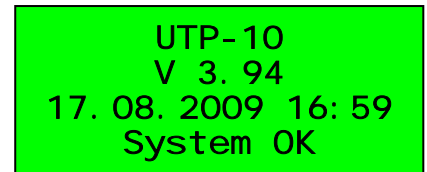
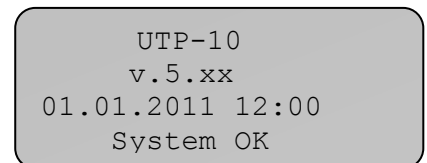

Bild 4: Pixeldisplay UTP-10
Bild 5: Graphik-Display UTP-10
Es gibt 2 unterschiedliche Displays. Die älteren Varianten haben ein Pixel-Display (PD) mit grüner Beleuchtung (Bild 4), neuere Tester können bereits das Graphik-Display (GD) mit grau-weißer Beleuchtung haben (Bild 5).